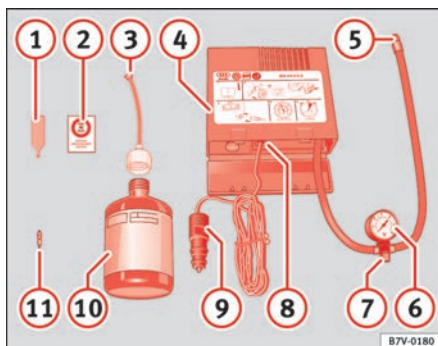

Abb. 154 Bestandteile des Pannensets
- Schrauben Sie den Reifenfüllschlauch ⇒ Abb. 154 ⑤ fest auf das Reifenventil.
- Stellen Sie sicher, dass die Luftdruckablassschraube ⑦ zuge-dreht ist!
- Stecken Sie den Kabelstecker ⑨ in eine 12-Volt-Steckdose im Fahrzeug.
- Schalten Sie den Kompressor mit dem EIN / AUS-Schalter ⑧ für maximal 6 Minuten ein.